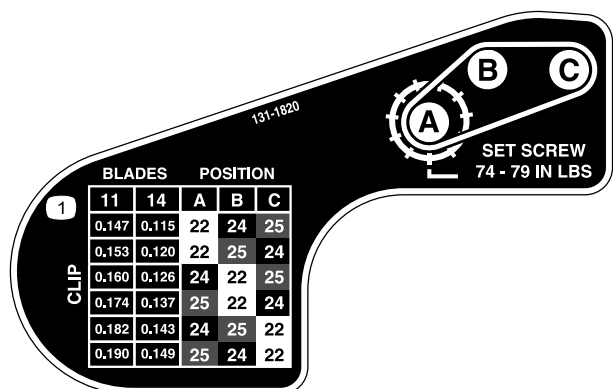

Figura 22
6. Servendovi della tabella sull'adesivo illustrato in Figura 22, determinate l'impostazione di taglio desiderata e quali pulegge dovrete spostare.
9. Montate ciascuna puleggia secondo la configurazione indicata sull'adesivo (Figura 22).